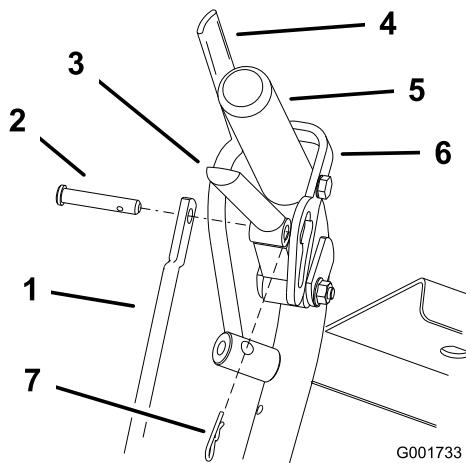
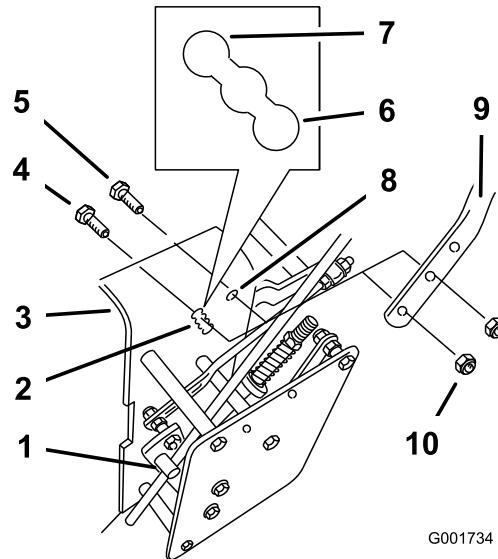

Figura 18
Figura 19
1. Retire los pasadores y los pasadores de seguridad de las palancas de avance y los cierres de bloqueo de punto muerto (Figura 18).
2. Afloje los pernos con arandela prensada superiores y la tuerca con arandela prensada (3/8 x 1-1/4 pulgada) que sujetan el manillar al bastidor trasero (Figura 19).
3. Retire los pernos con arandela prensada inferiores (3/8 x 1 pulgada) y las tuercas con arandela prensada que sujetan el manillar al bastidor trasero (Figura 19).
5. Ajuste la longitud de la varilla de control girando la varilla de control en el acoplamiento (Figura 18 y Figura 19).
6. Instale el pasador de horquilla entre las palancas de avance y los cierres de bloqueo de punto muerto e introduzcalo en los pasadores de seguridad (Figura 18).